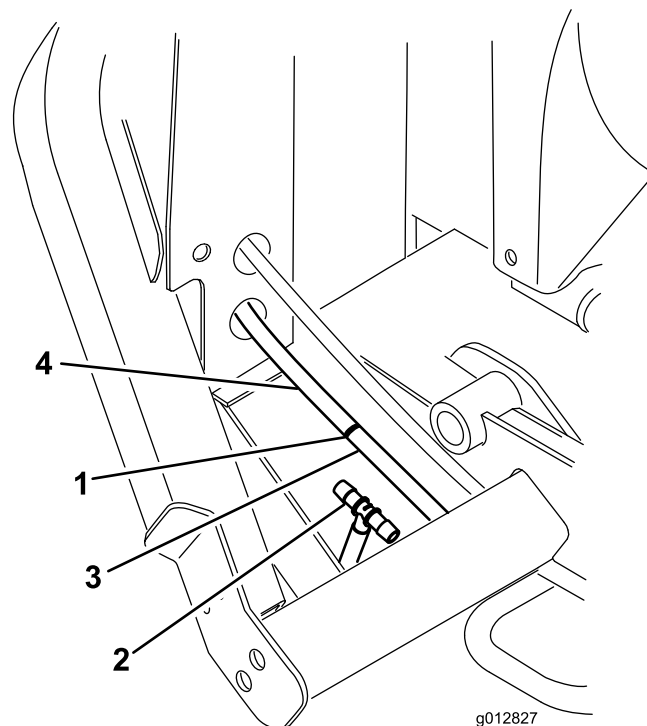

Figura 17
B. Meça aproximadamente 12,7 cm a partir da estrutura do radiador e corte o tubo de retorno (Figura 17).